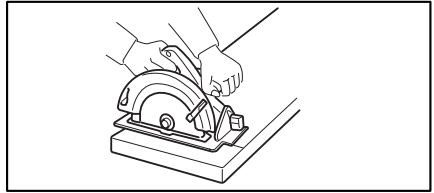
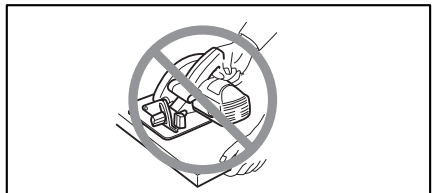

Fig. 5
Fig. 6
**caerá cuando se haga el corte. Como ejemplos, la Fig. 5 muestra la forma CORRECTA de cortar el extremo de un tablero, y la Fig. 6 la forma INCORRECTA. Si la pieza de trabajo es corta o pequeña, amórdacela. ¡NO INTENTE SUJETAR PIEZAS PEQUEÑAS CON LA MANO!**